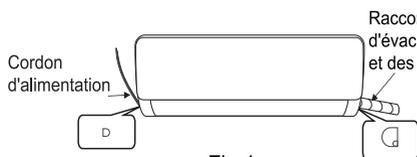
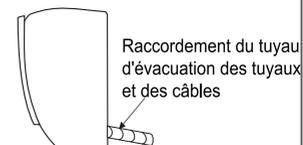

Fig 1
Fig 2
1. Selon la position de l'unité, la tuyauterie peut être guidé à gauche ou à droite (Fig 1), ou verticalement à l'arrière (Fig 2) (en fonction de la longueur du tuyau de l'unité intérieure). Dans le cas d'un routage latéral, couper les sorties du côté inverse.